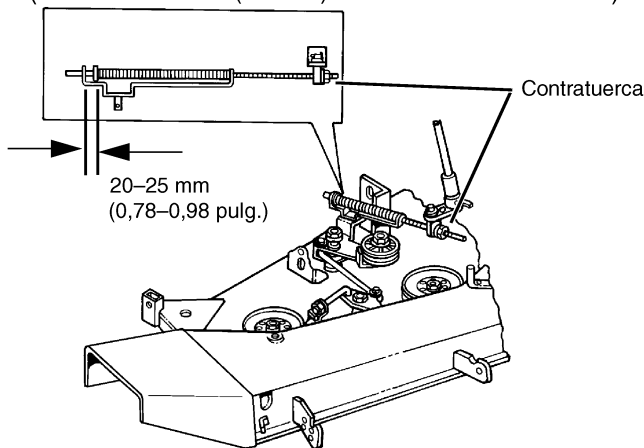

FIGURA 22
- Mida la distancia entre la ménsula y la arandela en la varilla de tensión (Vea la FIGURA 22).